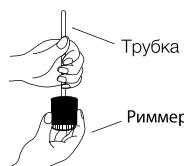

Рис. 1
- Риммером удалите неровности на конце медной трубы, держите ее изгибом вниз, чтобы медная стружка не попала внутрь (Рис. 1, Рис. 2).